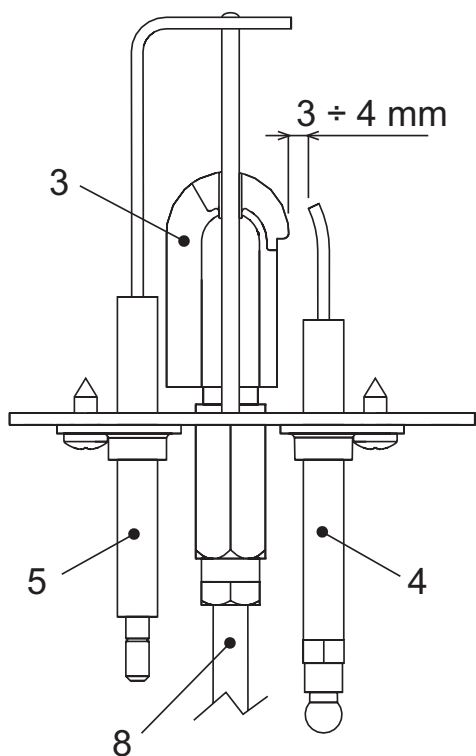

fig. 11 -
- Electrozii nu trebuie să aibă depuneri și trebuie să fie poziționați corect (a se vedea fig. 11).
Controlați ca electrozii să fie poziționați corect și să nu aibă depuneri (a se vedea fig. 11).